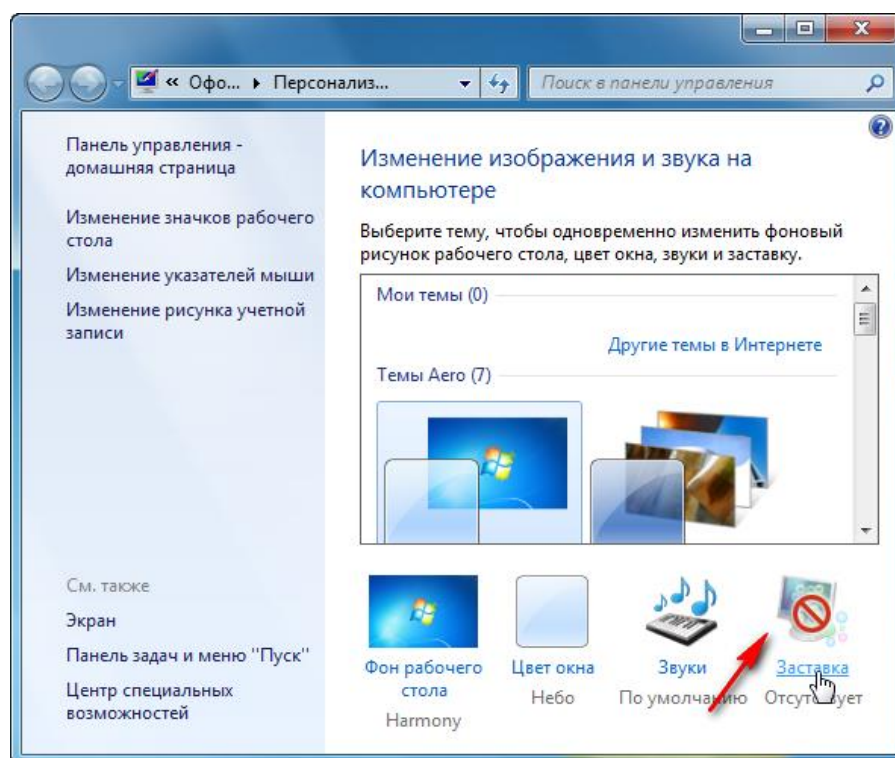

Рисунок 24.
2.6.1.3 Выбрать пункт «Заставка» (см. рисунок 24).